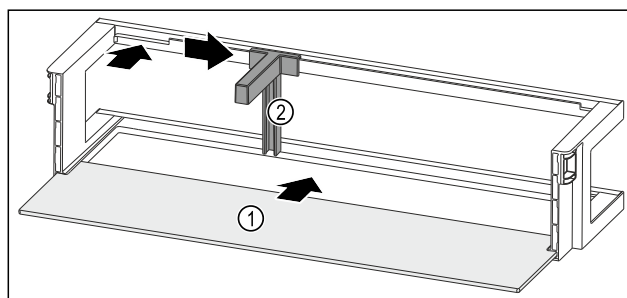

Fig. 172 Dvevní přihrádka s odkládací plochou
- Odkládací plochu Fig. 172 (1) zasuněte do bočních vybrání.
- Držák lahví Fig. 172 (2) vložte do vybrání.
- Držák lahví Fig. 172 (2) posuňte na stranu do požadované polohy.